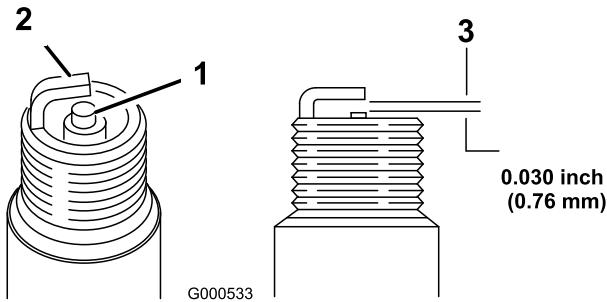

Bild 37
1. Sehen Sie sich die Mitte der Zündkerze an (Bild 37). Wenn der Kerzenstein hellbraun oder grau ist, ist der Motor richtig eingestellt. Eine schwarze Schicht am Kerzenstein weist normalerweise auf einen schmutzigen Luftfilter hin.
2. Prüfen Sie den Abstand zwischen den mittleren und seitlichen Elektroden (Bild 37). Verbiegen Sie die seitliche Elektrode (Bild 37), wenn der Abstand nicht stimmt.